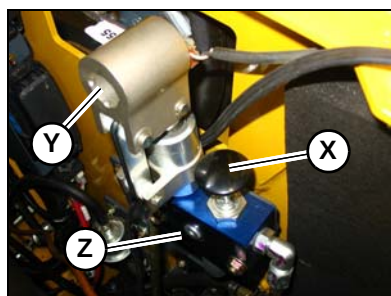

Figura 56 – Opción de liberación del freno de estacionamiento
1. Busque la manivela de liberación del freno y el gato (Z, Figura 56). En algunos modelos es necesario retirar cubiertas o abrir la puerta trasera de la máquina.
2. Coloque el receptor de liberación del freno (Y) e introduzca la manivela del gato.
3. Presione y sostenga el émbolo (Z) contra la liberación del freno.
4. Aplique el gato en la liberación del freno para acumular presión. A medida que la presión se acumula, el émbolo (X) permanece abajo y no es necesario sostenerlo.